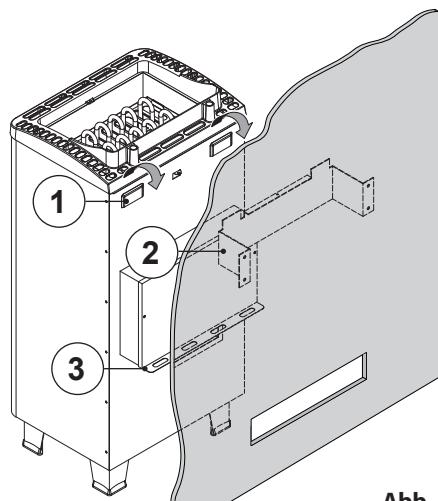

Abb. 5
- Den Saunaofen mit den Aufnahmeschlitten (1) der Rückwand in der Wandhalterung (2) einhängen und an den Abstandhalter (3) anlegen (Abb. 5).